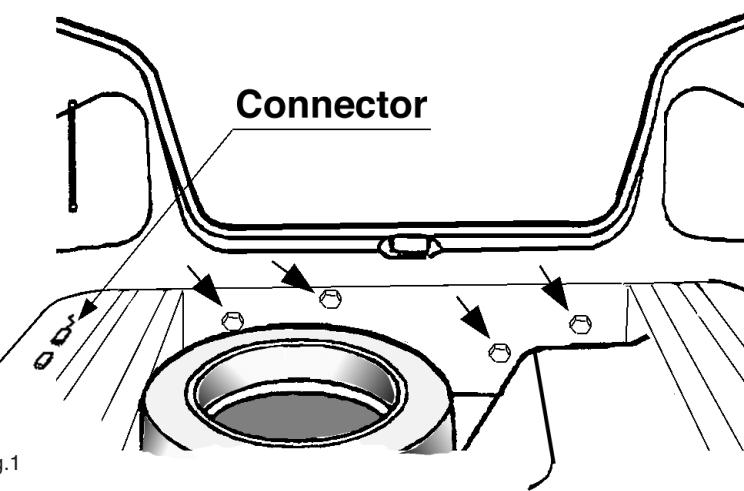

Fig.1
- Despejar el suelo del maletero. Retirar los paneles laterales y la caja protectora de la batería. Soltar la sujeción de la batería. Si presente, desconectar el conector, el cual está situado en el lado derecho del maletero en el parachoques. Véase la fig. 1. Desmontar el parachoques retirando cuatro tornillos en el maletero, véase la fig. 1. Luego taladrar a la altura del lado inferior de los bordes de las cajas de rueda, dos clavos tubulares por medio de una broca de Ø6mm. Véase la fig. 2.
1. Liberare il fondo del bagagliaio. Rimuovere i pannelli laterali e la scatola di protezione della batteria. Allentare il sistema di fissaggio della batteria. Se presente, scollegare il connettore situato nella parte destra del bagagliaio ed inserito nel paraurti. Vedi fig. 1. Smontare il paraurti, rimuovendo i quattro bulloni dal bagagliaio. Vedi fig. 1. Quindi, praticare due fori al di sotto dei bordi dei passaruote, mediante una punta da Ø 6 mm. Vedi fig. 2.
1. Zrobić dostęp do podlogi bagażnika . Zdjąć boczne ścianki oraz pokrywę ochronną akumulatora. Rozłączyć łącznik, jeśli takowy występuje, znajdujący się w bagażniku z prawej strony w zderzaku. W celu demontażu zderzaka odkręcić cztery śruby w bagażniku , patrz rysunek 1. Na spodniej stronie krawędzi skrzynki ochronnej koła wywiercić dwa nity rurkowe o średnicy 6mm, patrz rysunek 2.